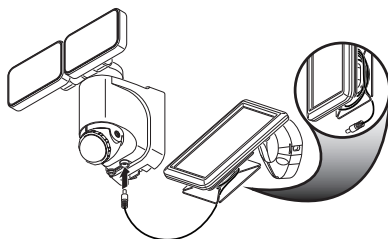

Figura 8
3. Guíe con cuidado el cable del panel solar hacia la lámpara. Retire el tapón de caucho de la parte inferior del aparato de luz e inserte el extremo del cable en la abertura (vea la Figura 8). *Nota:* Envuelva todo exceso del cable del panel solar alrededor del sistema de manejo del cable que está en la parte de atrás del panel solar. Deje suficiente cable flojo para formar un lazo de goteo.